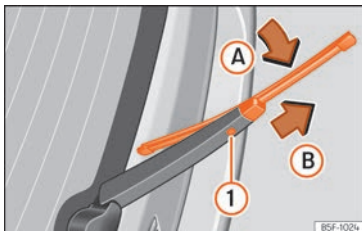

Abb. 45 Scheibenwischerblatt der Heckscheibe auswechseln.
- Wischerblatt leicht drehen » Abb. 45 (Pfeil A).
- Die Entriegelungstaste ❶ gedrückt halten und gleichzeitig das Scheibenwischerblatt in Pfeilrichtung B abziehen.
- Neues Heckscheibenwischerblatt **gleicher Länge und Ausführung** auf den Scheibenwischerarm entgegen der Pfeilrichtung B schieben, bis der Mechanismus ❶ einrastet. »